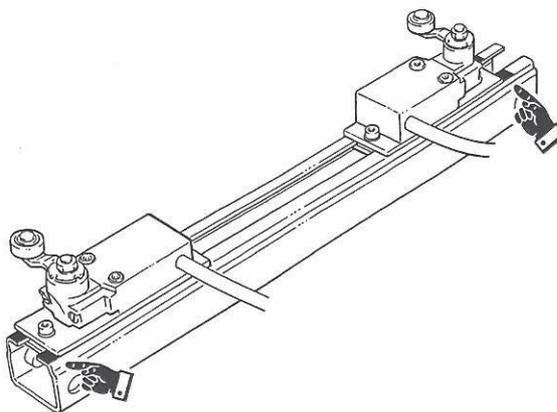

fig.87
- Las posiciones de max. subida y de max. bajada están marcadas con una comparación de demarcación de color rojo, que NO DEBE NUNCA ser superado (fig. 87).